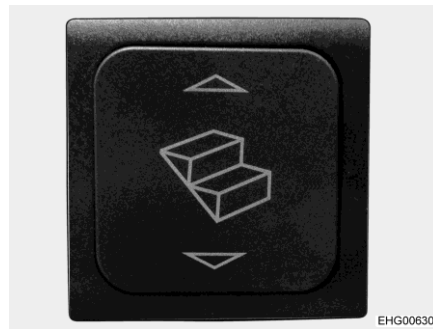

Fig. 3 Interruttore di comando scalino di ingresso
- Estrazione:* ■ Premere in basso l'interruttore a bilico (Fig. 3,1) fino a che lo scalino di ingresso è stato completamente estratto.
- Inserimento:* ■ Premere in alto l'interruttore a bilico (Fig. 3,1) fino a che lo scalino di ingresso è completamente inserito.